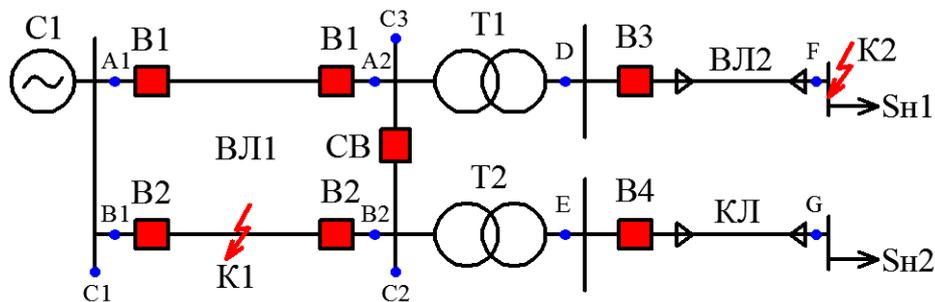

Рис. 1. Схема сети
1. Разработать модель сети, приведенную на рис. 1. Базовые исходные данные для элементов соответствующей схемы приведены в пунктах 1-7 примера исходных данных. Недостающие исходные данные в параметрах элементов определить по справочным данным или рассчитать самостоятельно.